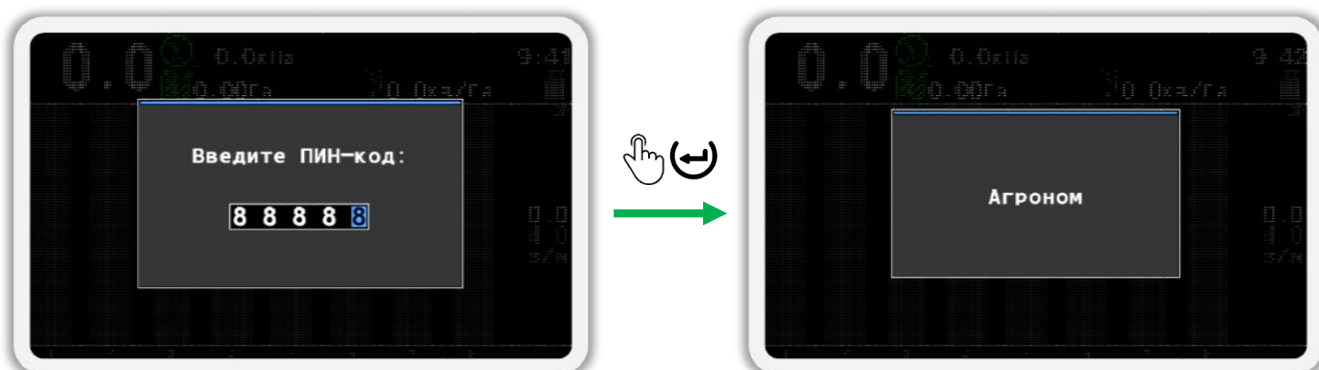

Рисунок 32
- После того, как вы введете ПИН-код, нажмите кнопку (↵) «Меню». Если код введен правильно, то вы увидите сообщение с надписью «Агроном» (см. Рисунок 32). После этого вы будете автоматически возвращены в меню «Настройки».